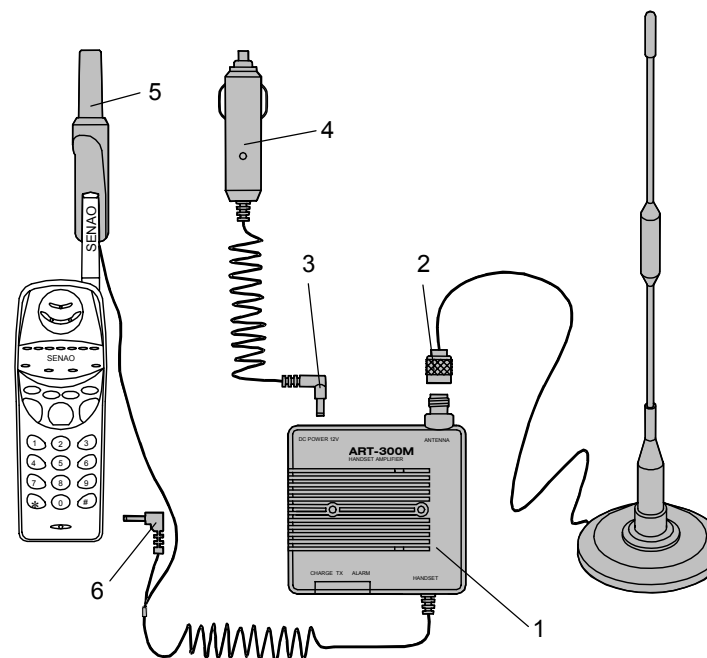

Рис. 4
- Подключите к блоку ART-300M (1) в соответствии со схемой, приведенной на рис. 4, радиочастотный кабель антенны, надежно затянув гайку соединительного разъема (2), а также штекер (3) автомобильного адаптера питания.
- Включите штекер (4) автомобильного адаптера питания в гнездо прикуривателя Вашего автомобиля (см. рис. 4).
- Подключите штекер (6) зарядного устройства усилителя к соответствующему гнезду радиотрубки SN-H258 Plus (см. рис. 4).